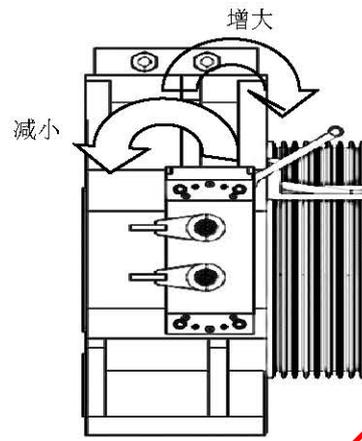

图 4-2-2 转动导向螺栓示意图
2. 松导向螺栓: 按需求逆时针或顺时针转动导向螺栓 (图 4-2-2), 并用塞尺确认间隙;